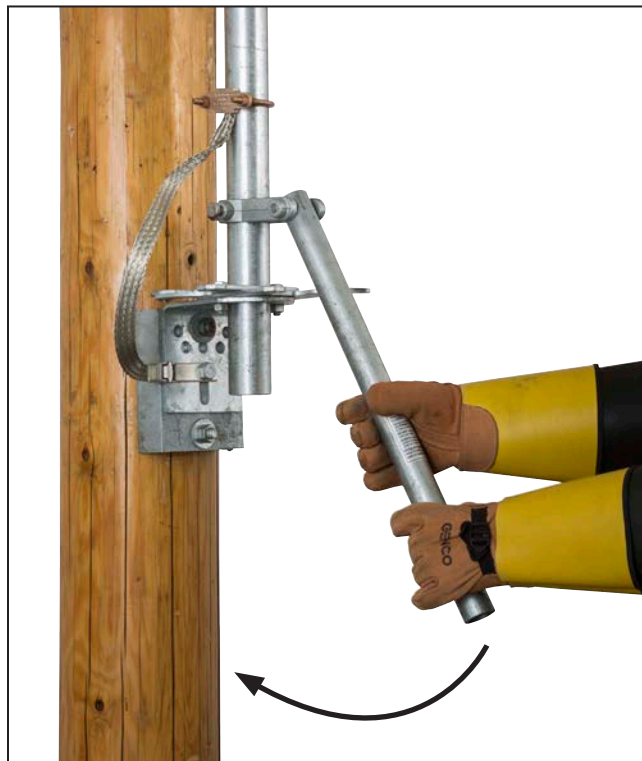

Figura 45. Movimento a alavanca de operação de forma rápida.
- (c) Movimento *rapidamente* para a posição completamente **Aberta** ou completamente **Fechada**. Ver Figura 45.